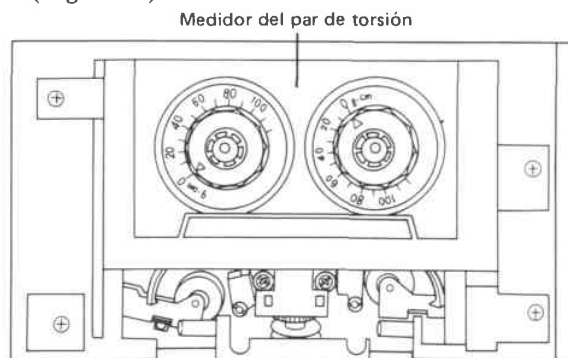

Fig. 11-6 Ajuste del par de torsión de arrastre
5. Comprobar que el par de torsión de arrastre esté dentro del margen de $45 \pm 10 \text{ g-cm}$ (Fig. 11-6).